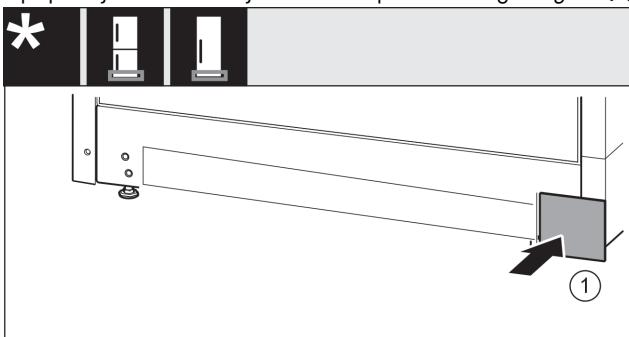

Fig. 18
- ▶ Ponovno nataknite pokrov na drugu stranu. Fig. 18 (1)